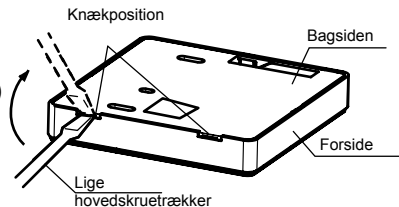

Fig. 3-2
- Isæt sprække-skruetrækker i sprækkerne på den nederste del af kabelstyringen (to steder) og fjern den øverste del af kabelstyringen. (Fig.3-2)